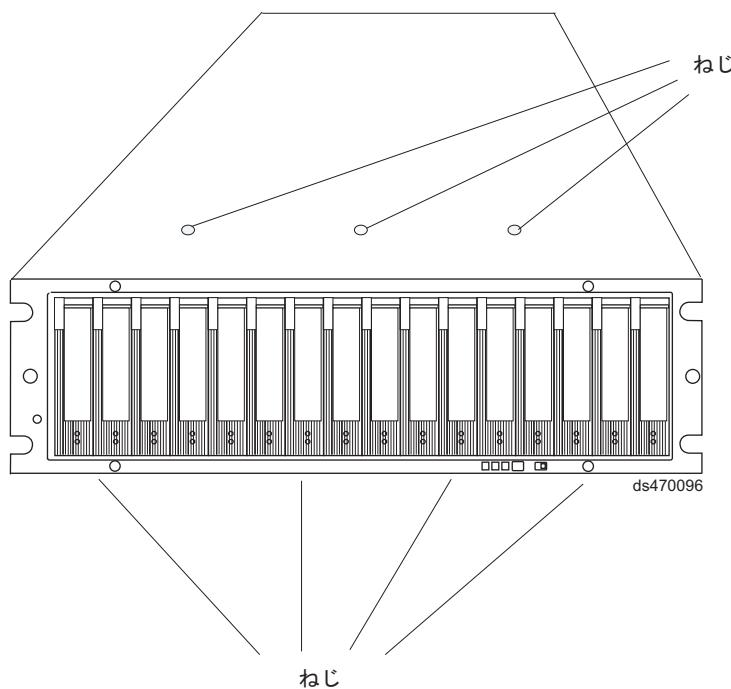

図 40. シャーシの上部および下部をフレームに対して保持するねじ
13. ラックの前面からシャーシを引き出して、ラックから取り外します。水平面に置きます。 107 ページの図 40 に示すように、シャーシの上部に 3 つ、シャーシの下部に 4 つ並んでいるプラスねじを見つけます。 #1 プラスねじ回しを使用して、この 7 つのプラスねじを外します。ねじを保管します。
18. 図 40 に示すように、前面ケージ・フレームを EXP395 シャーシに対して保持する 7 つのプラスねじ (ステップ 13 (106 ページ) で取り外したもの、上部 3 つ、下部 4 つ) を取り付けます。